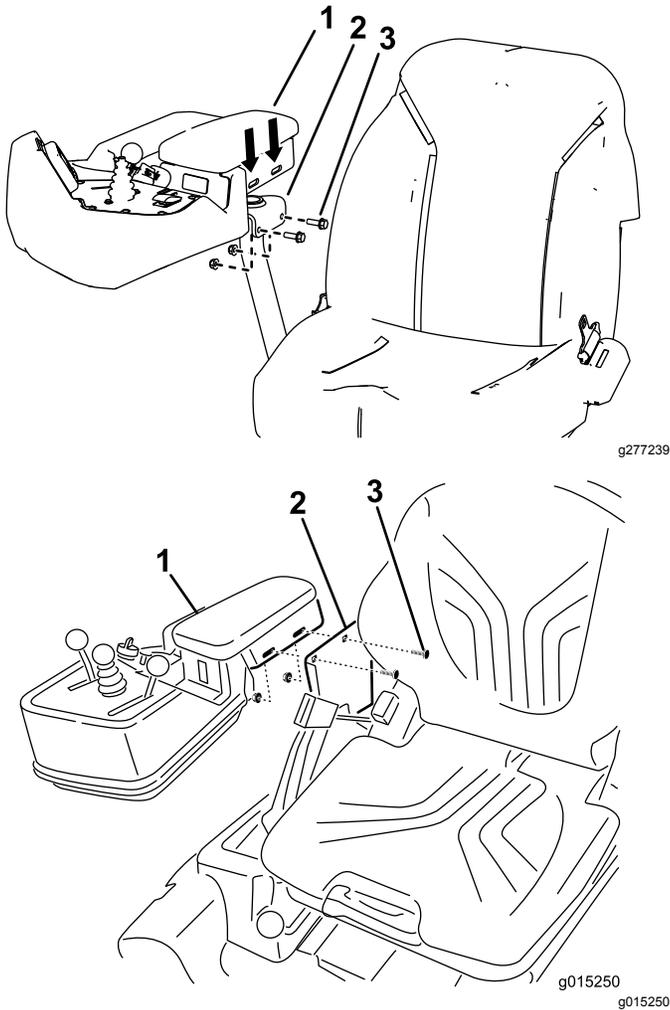

図 8
6. 先ほど取り外したフランジボルトとフランジナット各2を使って、アームレストを座席に取り付ける 図 8。
注 アームレストをさらに調整したい場合には、アームレストを固定している金具をゆるめてアームレストを動かしてください 図 8。